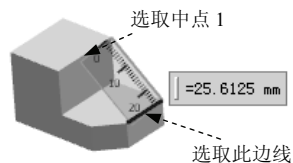

图 7.1.4 点到线的距离
Step5. 测量点到线的距离 (图 7.1.4)，操作方法参见 Step3，先选取中点 1，后选取边线，单击 **应用** 按钮。